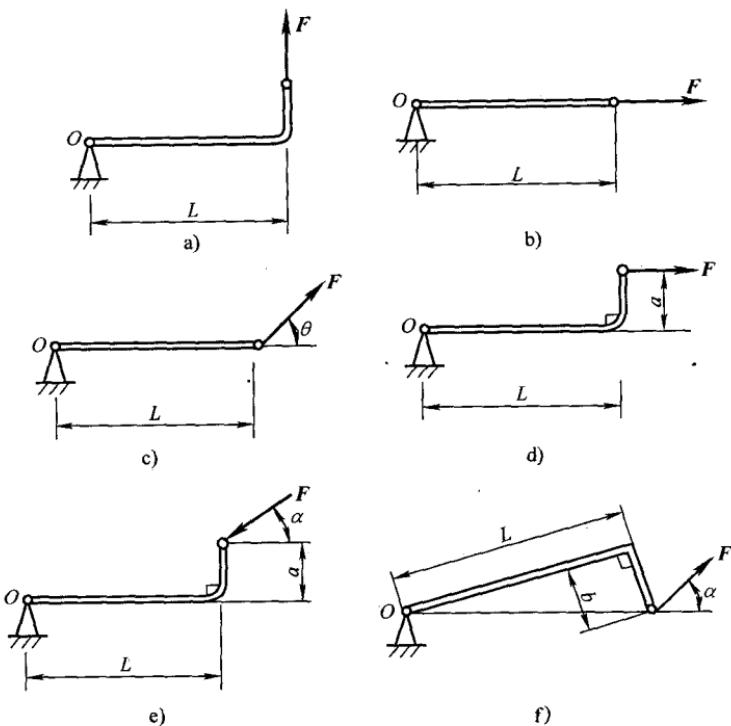

图 1-3 求力矩
**1-3 求图 1-3 所示各种情况下  $\mathbf{F}$  对点 O 的力矩。**